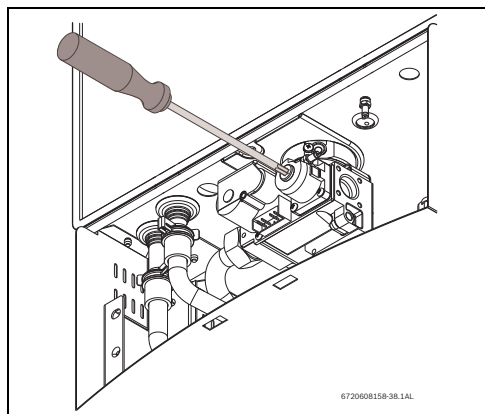

Рис. 53 Регулировка уровня P2 CO₂
- Установите на место защитную утепленную крышку, Рис. 53 .